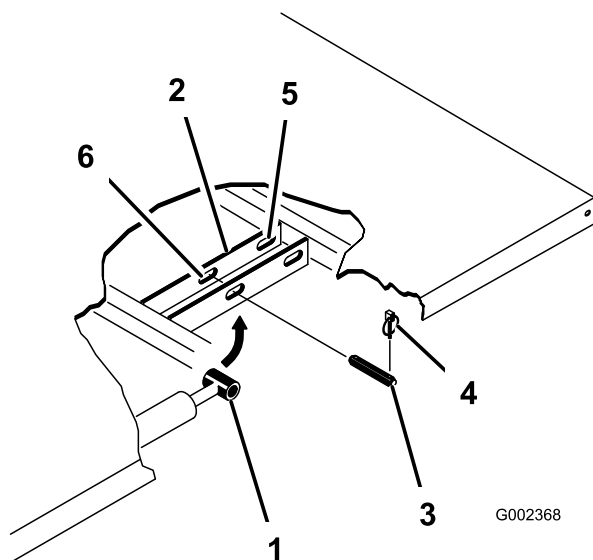

Figura 3
4. Rimuovete le coppiglie ad anello dalle estremità esterne dei perni con testa dell'asta del cilindro (Figura 3).